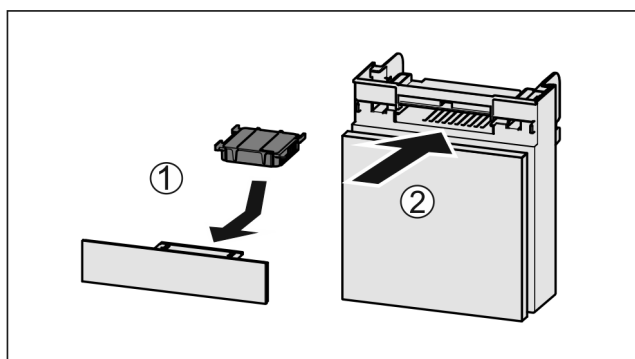

Fig. 89
- ▶ Aktivni ogljeni filter vstavite Fig. 89 (1) skladno s prikazom na sliki.
- ▶ Predal potisnite noter Fig. 89 (2).